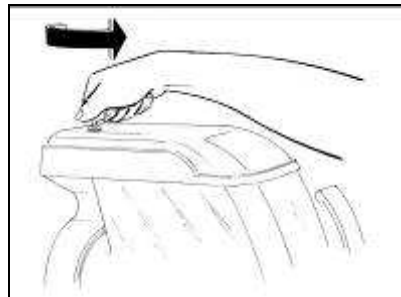

Fig. 21
- Dopo aver rimosso il fermo attraverso l'apposita chiave (fig.21), rimuovere prima il coperchio di sicurezza, poi il sottocoperchio come mostrato in figura 22.